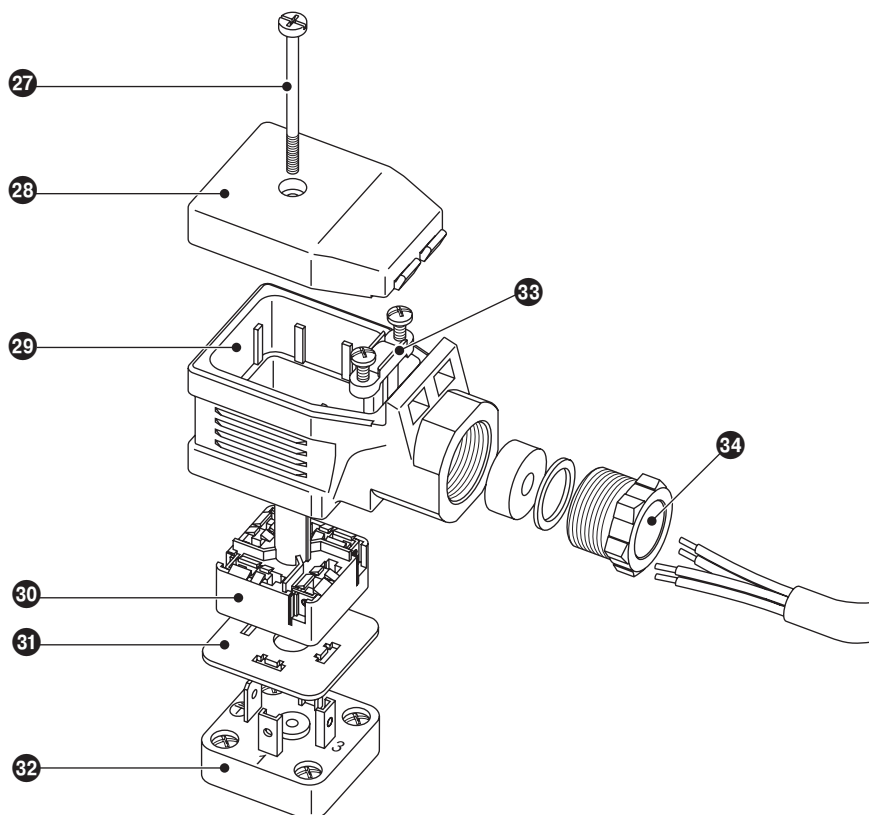

Fig. 22
1. Aflojar el tornillo **27**. **Fig. 22**
1. Aflojar el tornillo ⑳. Fig. 22